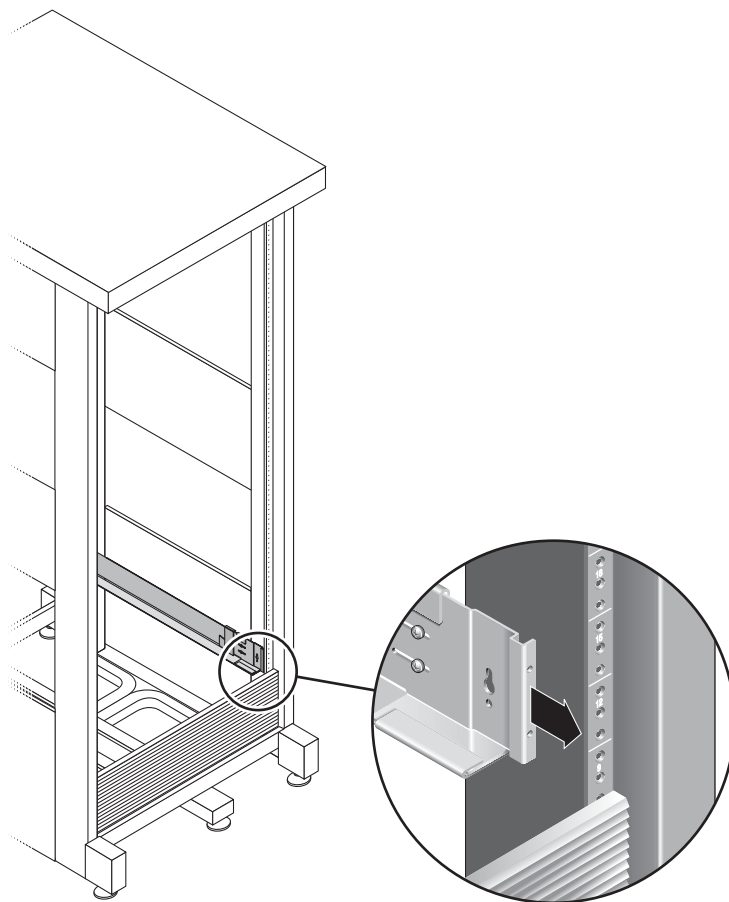

図 2-10 キャビネット背面での左側レールの長さの調節
6. キャビネットの背面で、キャビネットに合わせて各レールの長さを調節し、レールのフランジを垂直レールにかぶせます (図 2-10)。